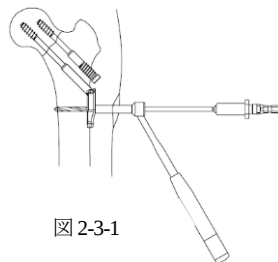

図 2-3-1
- 1) 4.2 ドリルガイドとドリルアダプタを接続した 4.2 ドリルを用いて骨幹部のドリリングを行います。(図 2-3-1)